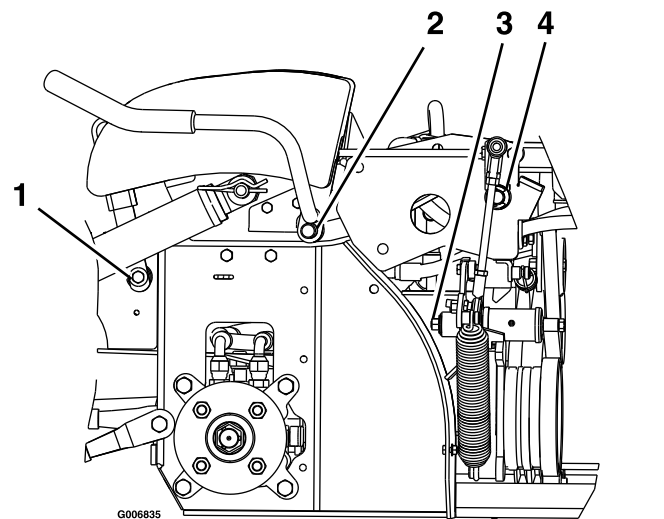

Figura 33
2. Lubrique los casquillos de bronce del pivote de la palanca de freno con lubricante en spray o aceite ligero (Figura 33).